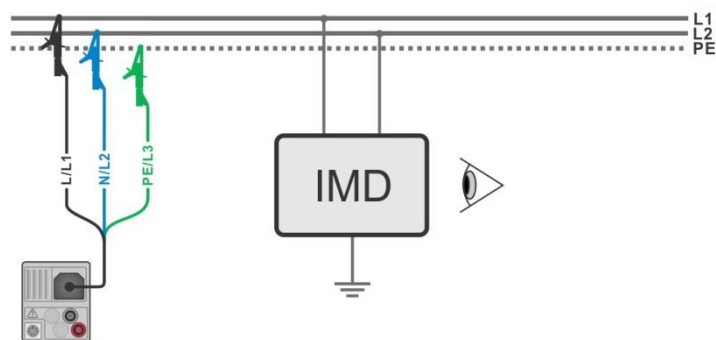

Abbildung 7.85: Anschluss mit 3-Leiter Prüfadapter
- › Schließen Sie die Prüfleitungen am Prüfling an, siehe **Abbildung 7.85**.